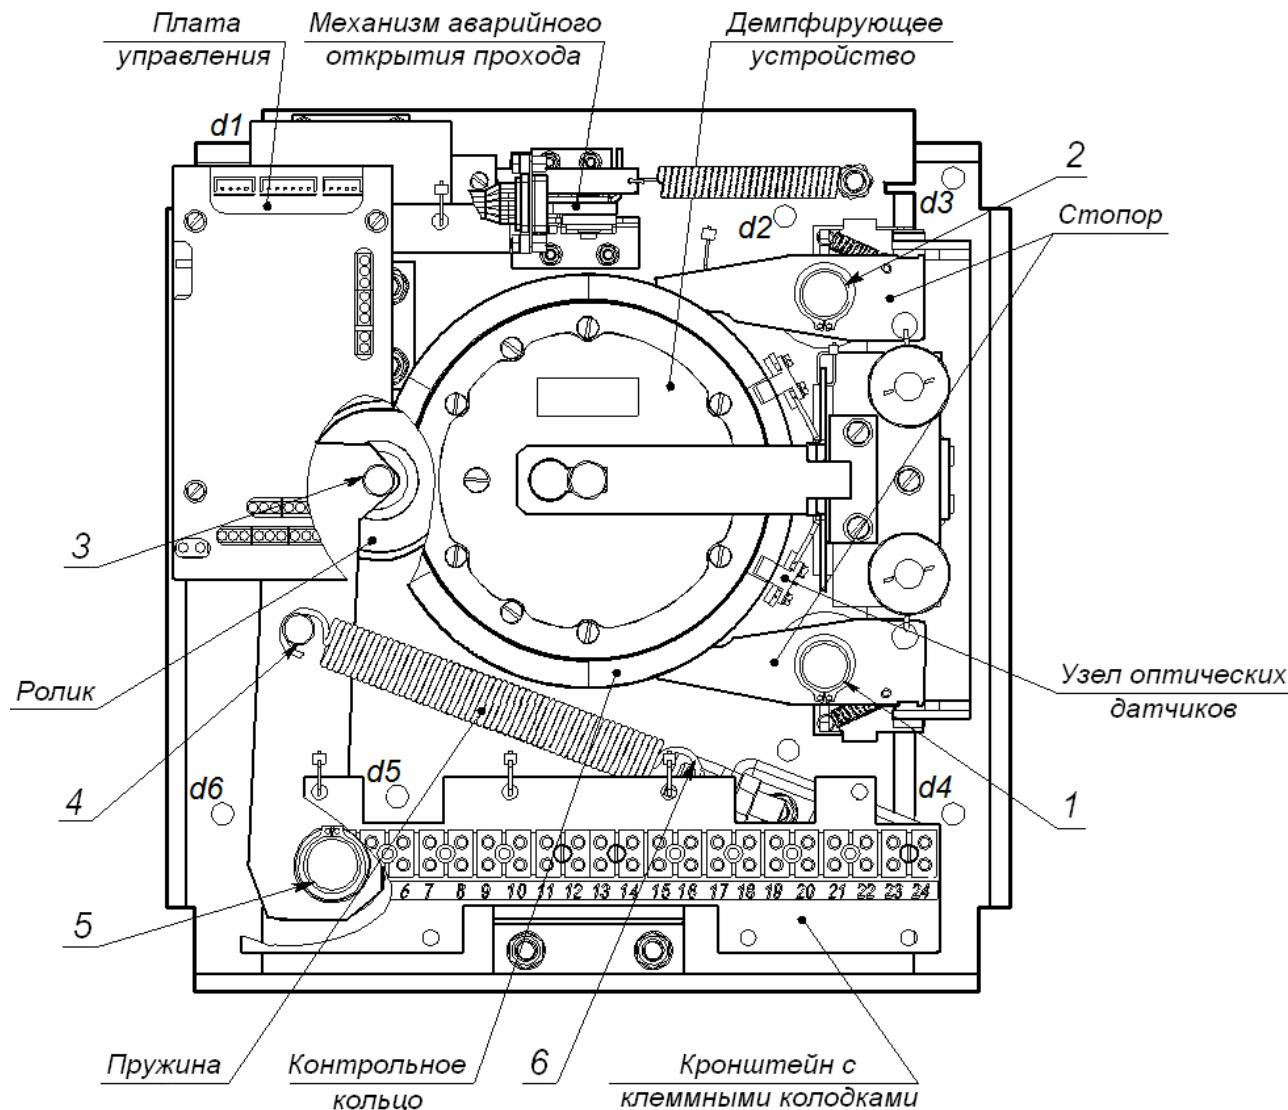

Рисунок 14. Расположение внутренних деталей и узлов механизма турникета
7. Проведите визуальный осмотр устройства доворота (толкателя, пружин и ролика), оптических датчиков поворота преграждающих планок и демпфирующего устройства (см. рис. 14).
- смазкой **Chain and Rope Lube Spray - WEICON** оси вращения стопоров (точки 1,2), ролика (точки 3) и рычага толкателя (точки 5 рис. 14);
12. Подключите разъем кабеля индикации **S1** от крышки турникета (2) к разъему платы управления и установите крышку на место в порядке, обратном снятию. Правильная установка крышки турникета не требует применения больших физических усилий.
13. Установите маховик (5) с преграждающими планками (3). Порядок установки маховика указан в разд. 8.4.
14. Проверьте работу механизма аварийного открытия прохода (автоматического опускания преграждающей планки «Антипаника») подачей и снятием напряжения питания на турникет, и при необходимости смажьте шарирные узлы соединений в каждой позиции маховика (5).
15. Проверьте надежность крепления стойки турникета к полу и при необходимости торцовым ключом S17 подтяните болты анкеров (15). Для доступа к ним необходимо извлечь заглушки (15) из отверстий в основании стойки турникета.